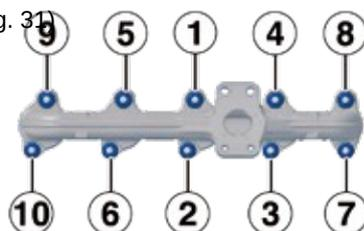

Fig. 31
- Rispettare il seguente ordine di serraggio (Fig. 31)